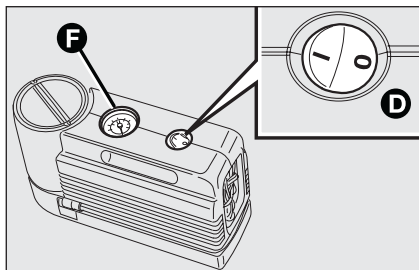
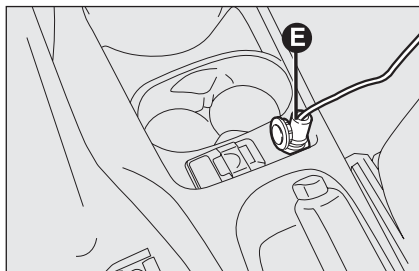

fig. 14
fig. 15
□ vérifier que l'interrupteur **D**-fig. 14 du compresseur soit en position 0 (éteint), démarrer le moteur, insérer la fiche **E**-fig. 15 dans la prise de courant et actionner le compresseur en mettant l'interrupteur **D**-fig. 14 en position I (allumé). Gonfler le pneu à la pression indiquée dans le paragraphe "Pression de gonflage" du chapitre "Caractéristiques techniques".
Pour plus de précision dans la lecture, il est préférable de vérifier la valeur de la pression sur le manomètre **F**-fig. 14 à compresseur éteint;